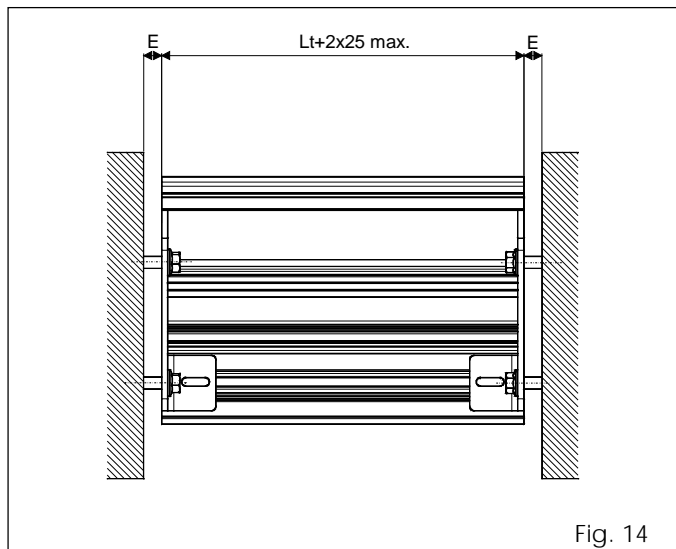

Fig. 14
- Fixer les plaques latérales en utilisant des tasseaux adéquats (non fournis) et prévoir les épaisseurs éventuelles pour les espaces E (fig. 14).